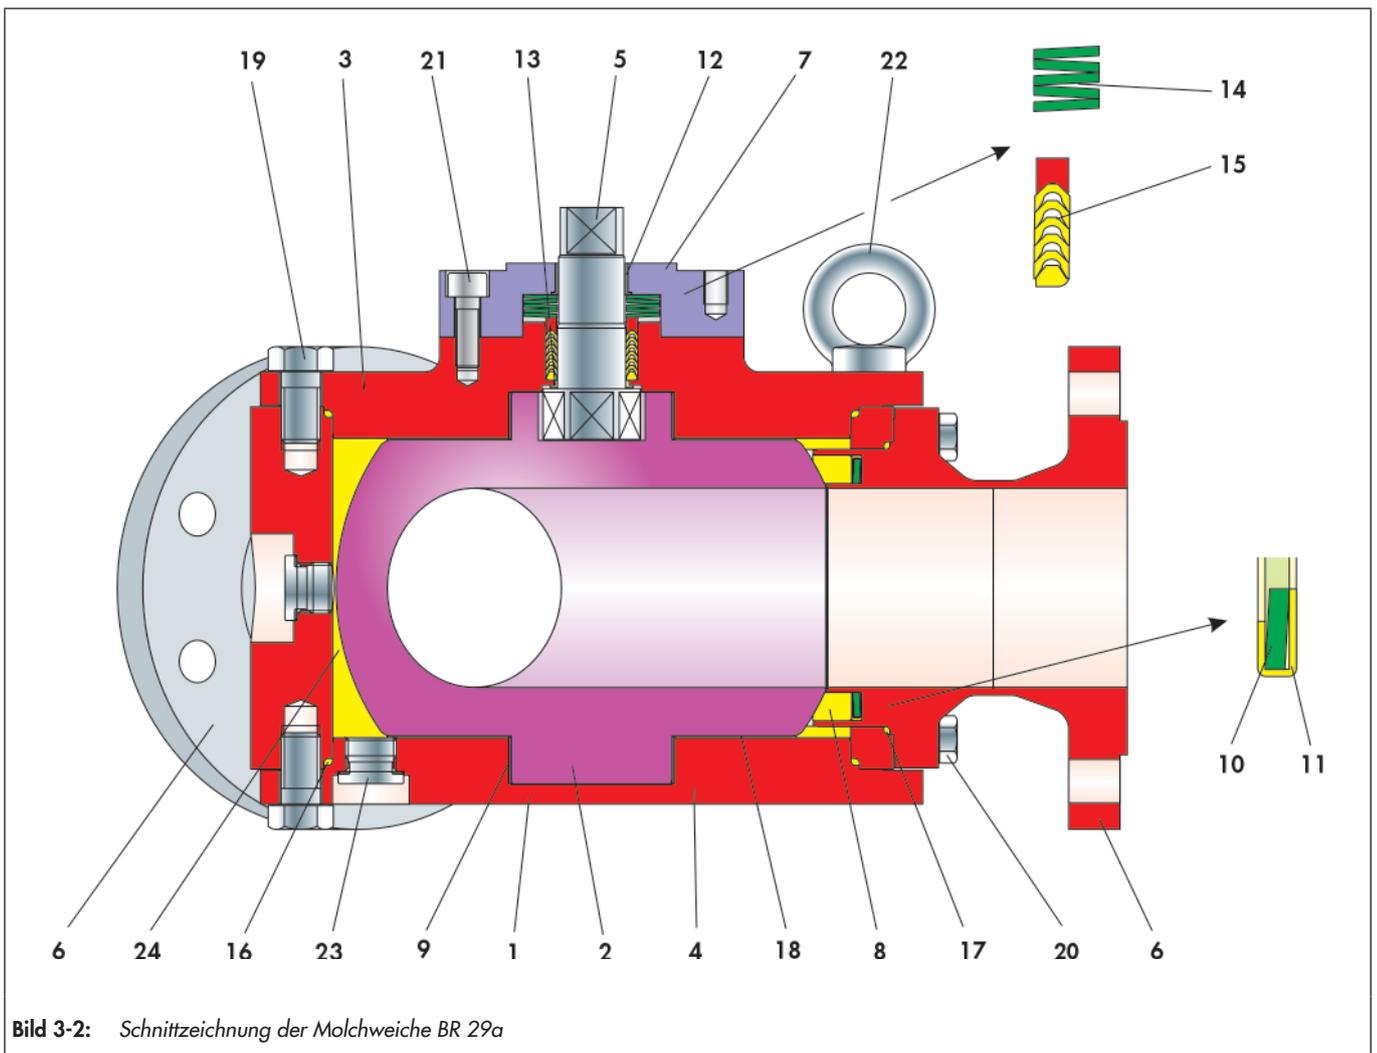

Bild 3-2: Schnittzeichnung der Molchweiche BR 29a
Die in Bild 3-2 dargestellte Lage und Anordnung der Einzelteile ist bei der Montage einzuhalten.
- ⇒ Ummantelte Tellerfeder (10) in das Seitengehäuse (6) einlegen, vgl. Bild 3-2.
- ⇒ Sitzring (8) bis auf die Tellerfeder aufdrücken.
- ⇒ Diese Montage für alle Seitengehäuse (6) wiederholen.
- ⇒ Grundgehäuse (1) auf eine ebene und saubere Arbeitsunterlage stellen, dass der Innenraum der Molchweiche von der Fußseite gut erreichbar ist.
- ⇒ Unterer O-Ring (16) in das Grundgehäuse (1) einlegen.
- ⇒ Fußflansch (4) auf das Grundgehäuse (1) setzen und mit den Schrauben (19) justieren. Anschließend Schrauben gleichmäßig und wechselseitig anziehen.
- ⇒ Dichtfläche der Schaltwelle (5) nicht beschädigen.
- ⇒ Darauf achten, dass die Lagerbuchse (13) mit der Schaltwelle (5) beim positionieren im Deckflansch nicht verkanten.
- ⇒ Dachmanschettenpackung (15) mit einer leicht drehenden Bewegung über die montierte Schaltwelle (5) schieben und in die Packungsaufnahme des Deckflansches (3) einlegen. Anordnung der V-Ringe, vgl. Bild 3-2.